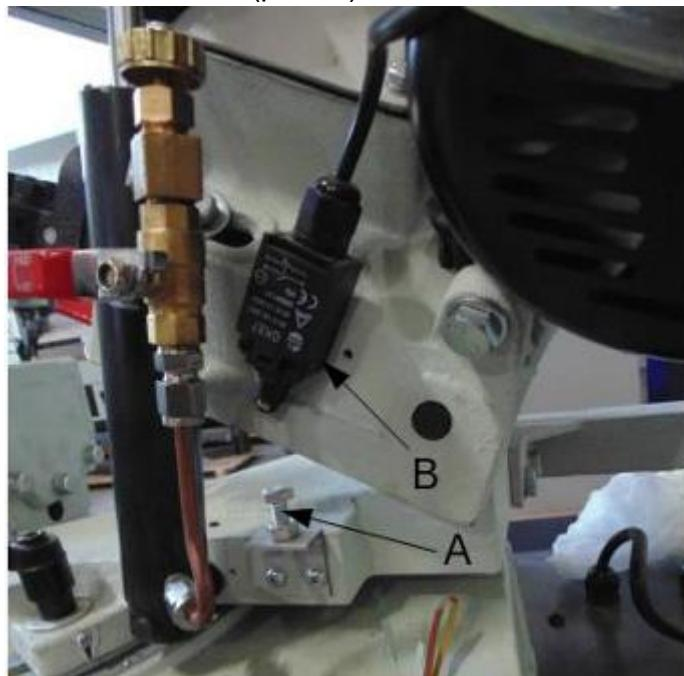

Рис. 5
Когда ленточная пила находится в горизонтальном положении, станок должен выключаться автоматически. После окончания резки, когда пила переходит в нижнюю или горизонтальную позицию, регулируемый болт (A) нажимает концевой выключатель (B), отключая питание (рис. 5).